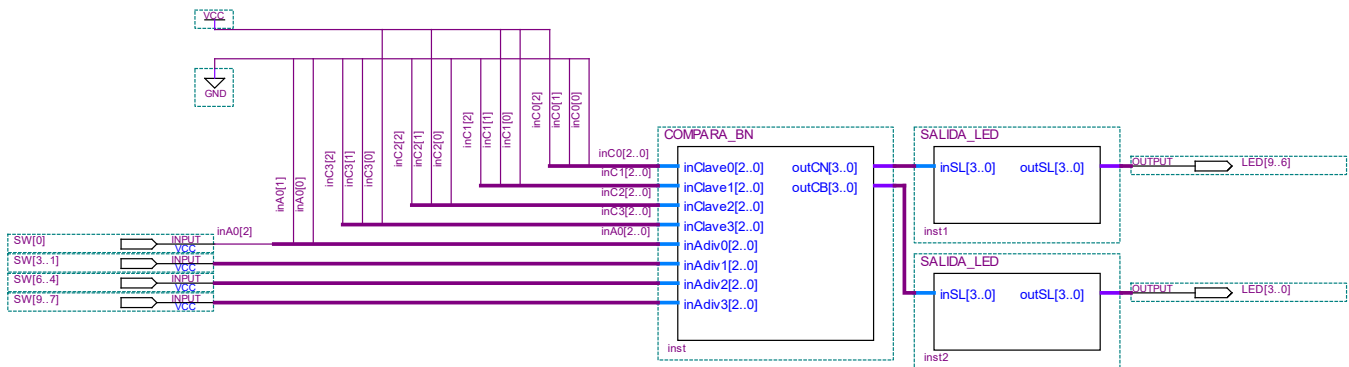

Figura 3. **COMPARA_BN** y **SALIDA_LED**.
Para probar el circuito **COMPARA_BN** en la placa se utilizará el circuito de la Figura 3, donde la clave es fija (1234), las pistas se visualizarán en los leds (blancas – leds 3 a 0 y negras – leds 9 a 6) y para ingresar las distintas adivinanzas (A[3..0]) se utilizarán los 10 switches **SW[9..0]** de la placa de la siguiente manera:
- A los efectos de probar el funcionamiento de **COMPARA_BN** en la placa, generar un proyecto con el circuito indicado en la figura 3, donde las entradas SW[9..0] debe ir conectado a los switches 9 al 0 y las salidas LED[9..6] y LED[3..0] a los leds 9 al 6 y los leds 3 al 0 respectivamente. Programar la placa y verificar el funcionamiento del circuito.